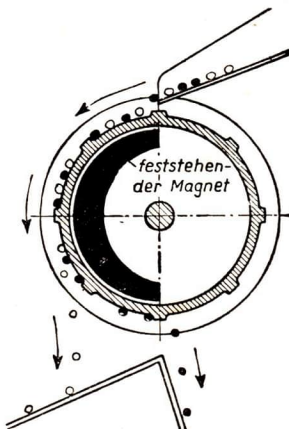

Abb. 1. Magnetscheider
L.: Ja. Die Trennung erfolgt bei magnetischen Erzen durch Magnetscheider. Dies sind rotierende Trommeln, in deren Inneren sich ein Magnet befindet, der Eisenteile ● vom tauben Gestein ○ trennt (Abb. 1). – Wann wendet man die Destillation an?